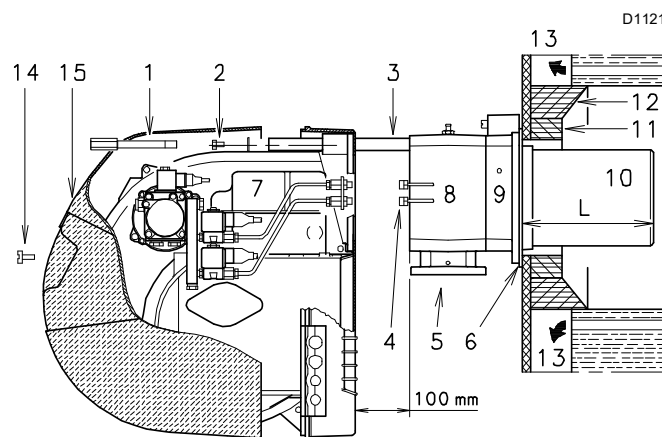
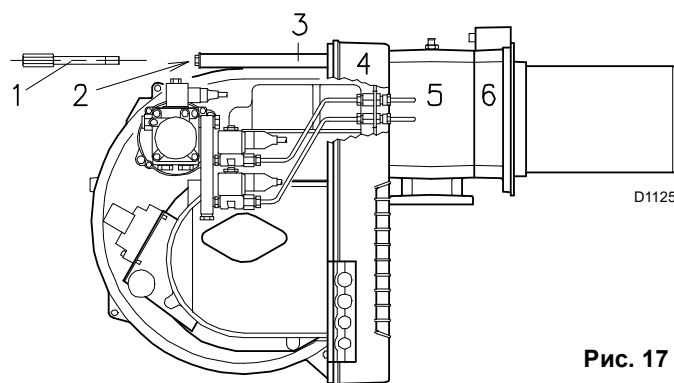

Рис. 11
Рис. 17
Отсоедините головку горения от остальной части горелки, как показано на Рис. 11:
После этого закрепите фланец 9)(Рис. 11 на стр. 17) к плите котла, прокладывая между ними теплоизоляционный экран 6)(Рис. 11 на стр. 17) из комплекта поставки. Используйте 4 винта из комплекта поставки, предварительно покрыв резьбу защитным покрытием от заедания. Уплотнение между горелкой и котлом должно быть герметичным.
- Снова установите горелку 4)(Рис. 17) на направляющие 3) примерно на 100 мм от патрубка 5), положение горелки указано на Рис. 11 на стр. 17.
- Вставьте кабели электродов, а затем продвиньте горелку до патрубка (положение горелки показано на Рис. 17).
- Вновь завинтите винты 2)(Рис. 17) на направляющие 3).
- Закрепите горелку к патрубку винтом 1) и установите шплинт на одну из двух направляющих 3)(Рис. 17).
- Подсоедините дизельные шланги, закрутив два штуцера 4)(Рис. 11 на стр. 17).